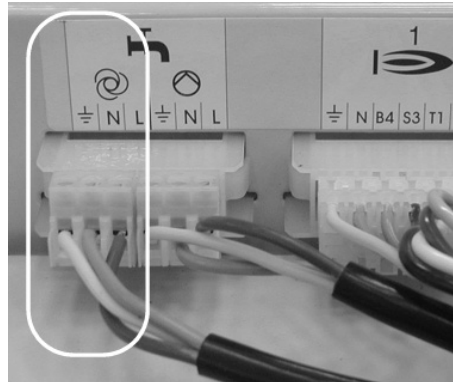

Fig. 17
- De kabel van de secundaire laadpomp aan de 3-polige stekker van de klemmenblok van de ketel in de positie "H⊕" aansluiten (zie fig. 17).
- Raccorder le câble de la pompe de charge secondaire au connecteur 3 pts au bornier de la chaudière à l'emplacement "H⊕" (voir fig. 17).